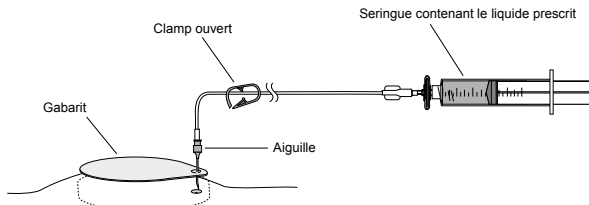

Figure 11. Ouvrir le clamp et injecter dans le site d'accès au cathéter.
6. Fixer la seringue contenant le liquide prescrit et le filtre à la tubulure d'extension (Figure 11).
7. Ouvrir le clamp et injecter directement à un débit de perfusion de 5 ml par minute maximum (Figure 11).